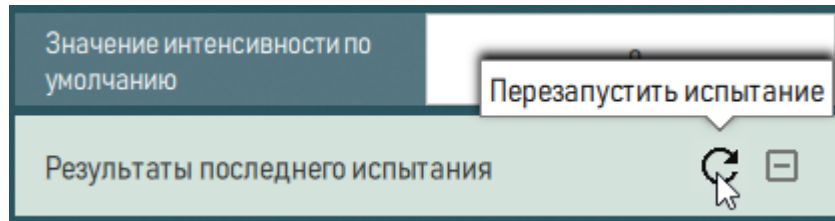

Рисунок 340 – Группа полей «Результаты последнего испытания»
10) После проведения испытания можно перезапустить испытание, нажав на кнопку  «Перезапустить испытание» в группе полей «Результаты последнего испытания» (рисунок 340).